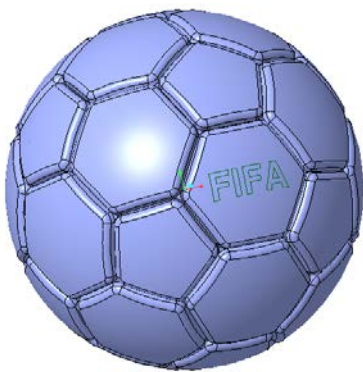

图 6-94 创建草绘修饰特征效果
9) 上机操作: 打开“bc_6_ex9.prt”练习文件, 在其曲面上创建一个草绘修饰特征以表示在足球的一块曲面上印制的文字“FIFA”, 结果如图 6-94 所示。